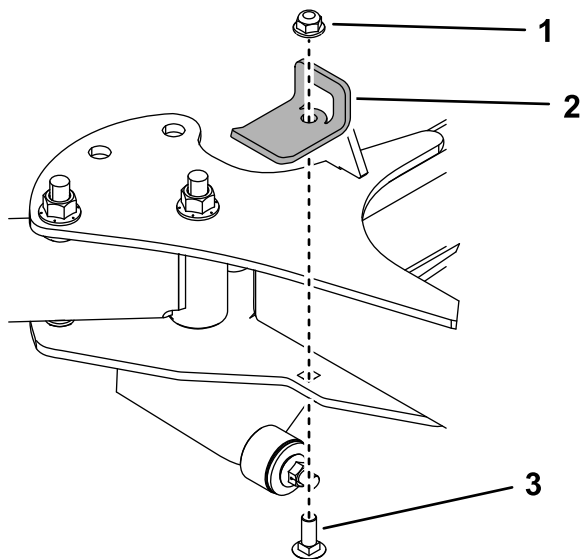

Figure 24
8. Déposez les supports de butée (**Figure 24**).